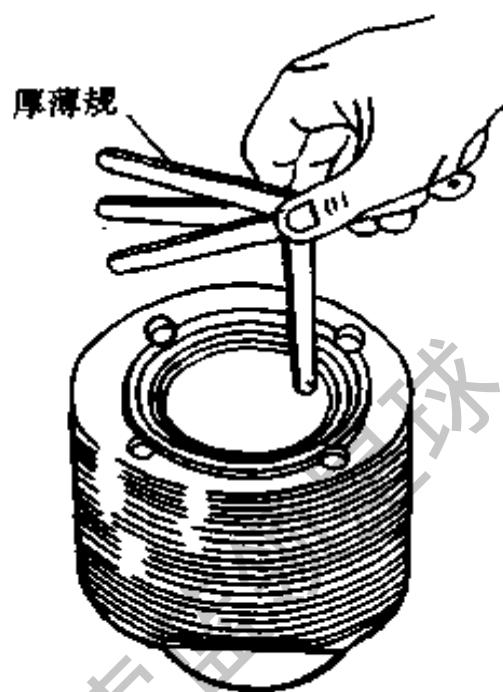

图2-58 用厚薄规检查活塞环的
(6) 检查活塞环。
① 将连杆夹在虎钳上，拆下活塞环。注意不要拼命绞紧，以免折断。
② 用木片或竹片刮除活塞环槽、活塞环表面及活塞表面上的积炭，然后用柴油洗干净。
③ 用活塞头部将活塞环推入汽缸约20mm处(每次一片)，再用厚薄规检查开口间隙。如果超过2.5mm，应更换新活塞环。检测方法见图2-58。
④ 将活塞连杆清洗后组装成汽缸套。在装复前，各部位都应涂上足够的清洁机油。
(7) 检查各处油封。凝汽冷却柴油机检查风扇轴油封，有硬化、唇口破裂和泄漏现象应更换。
(8) 皮带轮加注黄油。